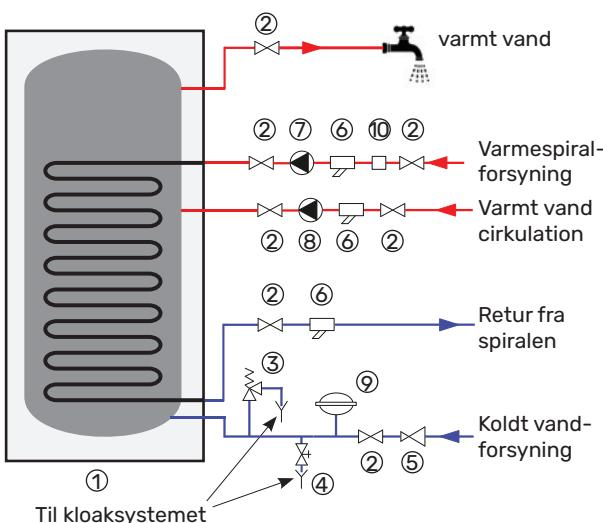

Fig. 12 Installationsdiagram af BA-ST 3015/3022/3030-1F og BA-ST 9040/9050-1FEDC.
Varme- og vandforsyningsinstallationen skal tilsluttes i overensstemmelse med installationsdiagrammet (se fig. 12.)
3. Afbryd brugsvandsforsyningen og frigør noget af vandet fra tanken ved hjælp af aftapningsventilen (se Fig. 12, punkt 4).
5. Skru anodejordkablet (2) af (BA-ST 9040/9050-1FEDC).
6. Skru den brugte magnesiumanode af (3).